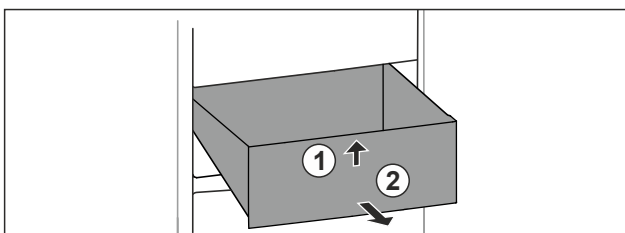

Fig. 86
- ▶ Levantar el cajón por delante. *Fig. 86 (1)*
- ▶ Extraer el cajón hacia delante. *Fig. 86 (2)*